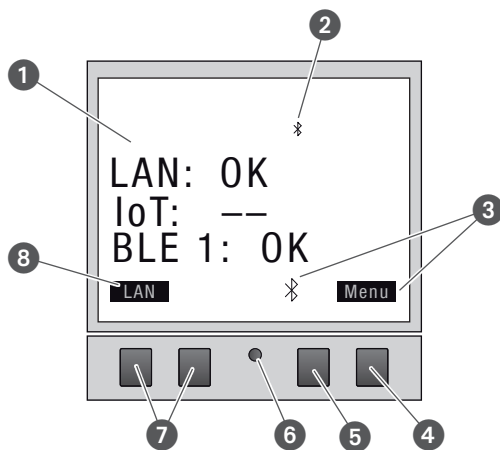

Abb. 2: Displayaufbau
- ① Verbindungsart
- ② Bluetooth
- ③ Funktionsanzeigen der rechten Tasten
- ④ Menü-Taste
- ⑤ Bluetooth-Taste
- ⑥ Reset-Taste
- ⑦ Linke Tasten
- ⑧ Funktionsanzeigen der linken Tasten
Funktionsanzeigen der beiden rechten Tasten (Abb. 2/④ + ⑤)
Funktionsanzeigen der beiden linken Tasten (Abb. 2/⑦)
Die Menüstruktur erscheint auf dem Display nach Betätigung der Menü-Taste (Abb. 2/4).